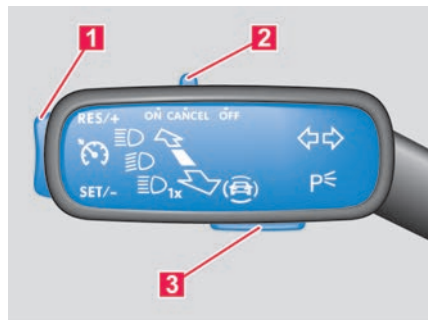

Abb. 96 Links an der Lenksäule: Schalter und Tasten zum Bedienen der Geschwindigkeitsregelanlage.
1. Schalter → **Abb. 96 2** in Position **ON** schieben.
1. Während der Fahrt Taste → **Abb. 96 1** im Bereich **SET/-** drücken.
Sie können die gespeicherte Geschwindigkeit über die Taste → **Abb. 96 1** einstellen, während die Geschwindigkeitsregelanlage regelt:
- + 1 km/h (1 mph): Taste → **Abb. 96 1** im Bereich **RES/+** kurz drücken.
- 1 km/h (1 mph): Taste → **Abb. 96 1** im Bereich **SET/-** kurz drücken.
Um die gespeicherte Geschwindigkeit kontinuierlich zu verändern, die Taste → **Abb. 96 1** gedrückt halten. Das Fahrzeug passt die aktuelle Geschwindigkeit an, bremst aber nicht aktiv ab.
1. Schalter → **Abb. 96 2** in Stellung **CANCEL** schieben.
1. Taste → **Abb. 96 1** im Bereich **RES/+** drücken.
1. Schalter → **Abb. 96 2** in Position **OFF** schieben.
1. Taste → **Abb. 96 3** drücken.